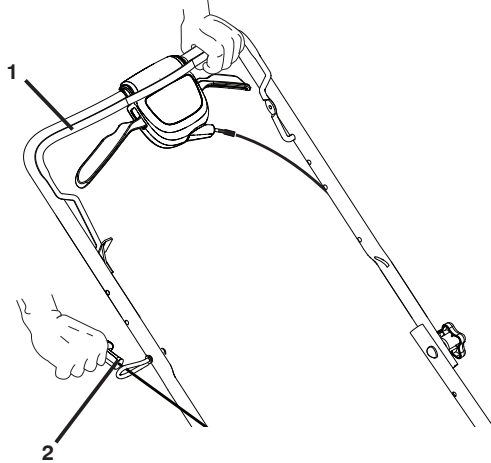

Figure 17
1. Pour démarrer un moteur, tenez la barre de commande de présence d'opérateur contre le guidon et tirez rapidement sur la poignée de démarreur. Ne laissez pas le câble du démarreur revenir brusquement à sa position originale (Figure 17).